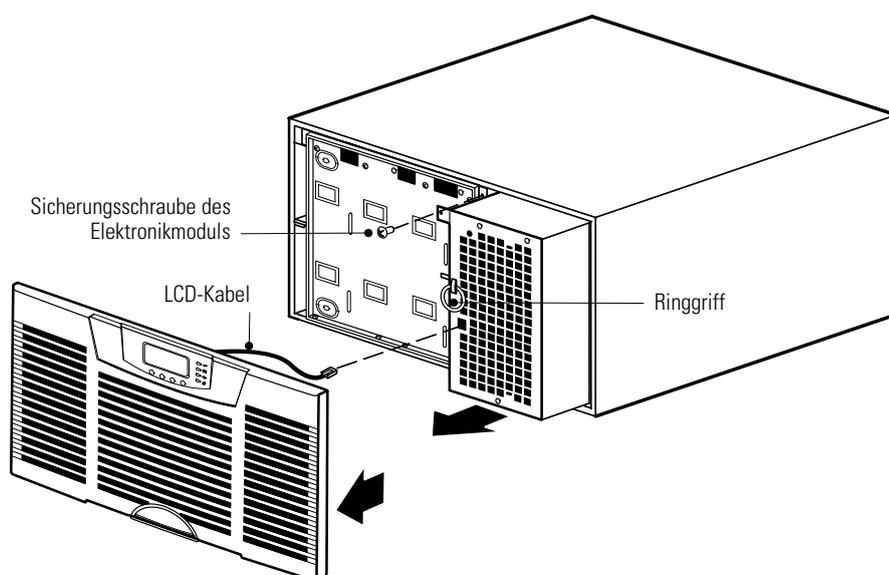

Abbildung 56. Entfernen der Frontplatte der USV und des Elektronikmoduls
- Die Frontplatte der USV und des Elektronikmoduls entfernen und beiseite legen (siehe Abbildung 56):